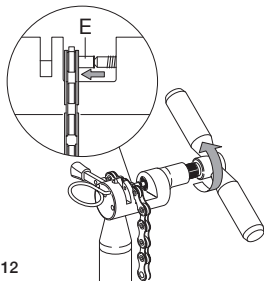

Abb.12
- Schrauben Sie das Werkzeug (Abb. 12) unter gleichmäßigem Kraftaufwand ein, bis die Hülse **5-CN-SR700** (E) die gesamte Kettenbreite ausfüllt.